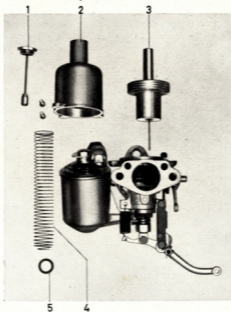

Fig. 9. Chambre de dépression désassemblée.
1. Démontez l'amortisseur (1, fig. 9) de la chambre de dépression.